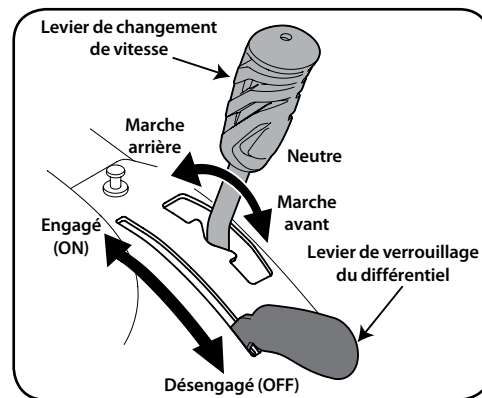

Figure 4-1
1. Pour verrouiller le différentiel, immobilisez le véhicule utilitaire, placez le levier de changement de vitesse à la position neutre et tirez le levier de verrouillage du différentiel vers le haut à la position engagée (ON). Le différentiel sera verrouillé et transmettra le couple moteur aux roues arrière. Il demeurera verrouillé jusqu'à ce qu'il soit désactivé. Voir Figure 4-1.
2. Pour déverrouiller le différentiel, immobilisez le véhicule, placez le levier de changement de vitesse à la position neutre et poussez le levier de verrouillage du différentiel vers le bas à la position désengagée (OFF). Voir Figure 4-1.